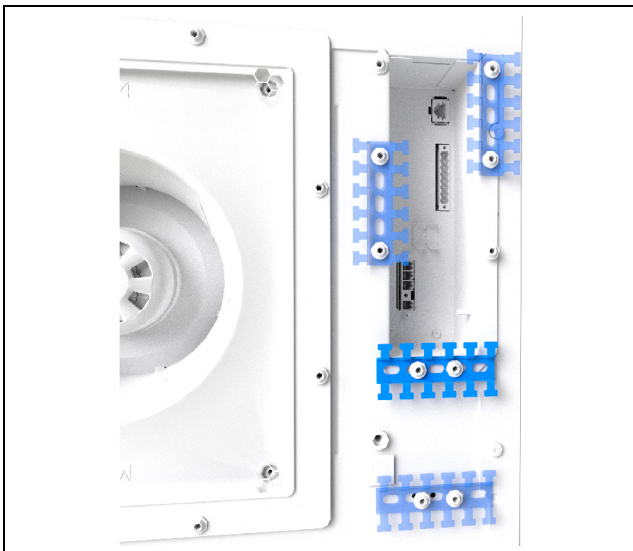

Fig. 18: Montagem da guia para cabos (exemplo)
- O contato da blindagem do cabo pode ser feito na guia para cabos (fig. 18).